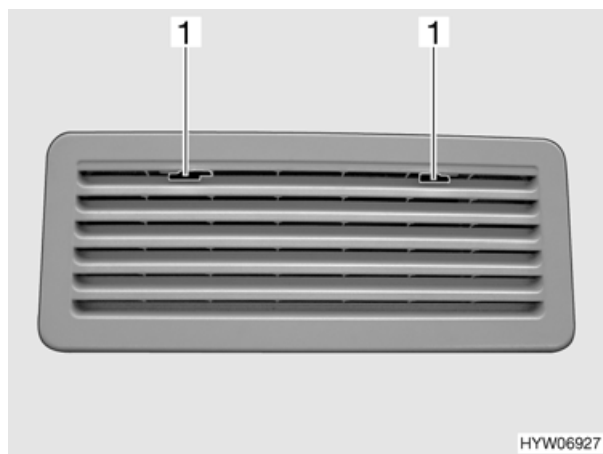

Fig. 86 Griglia di aerazione del frigorifero (variante 2)
- Spingere verso il centro l'arresto (Fig. 86,1).